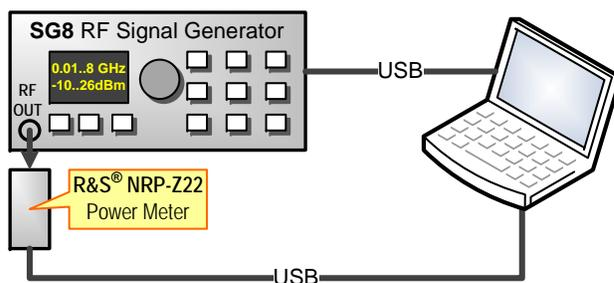

Рис. 4: Тест диапазона калиброванной области и погрешности установки уровня
1. Соедините приборы, как показано на рис. 4.